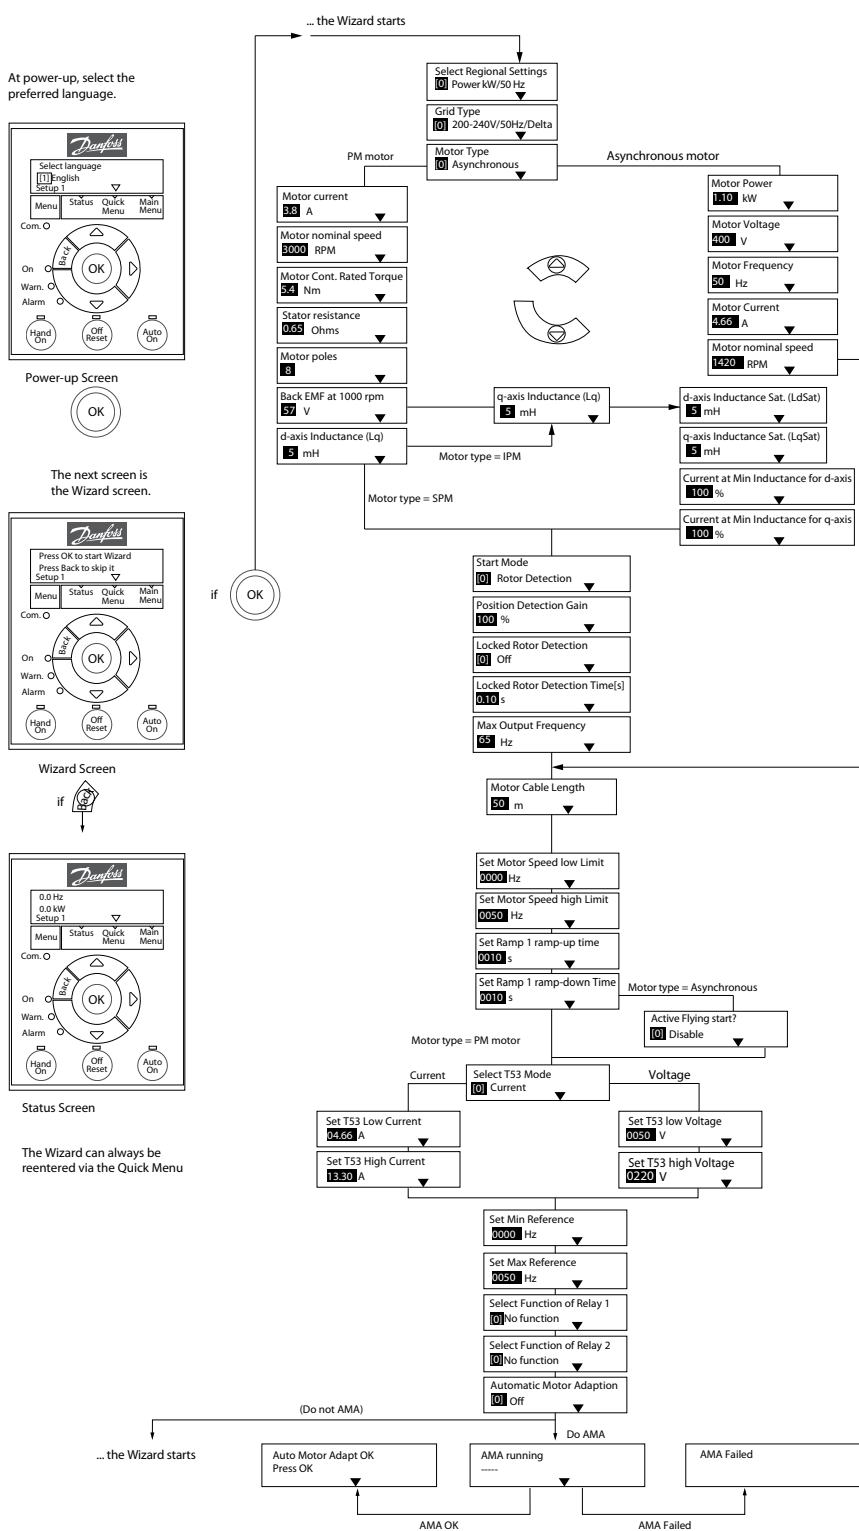

Abbildung 6.4 Inbetriebnahmeassistent für Anwendungen ohne Rückführung
- Assistent für Anwendungen mit Regelung ohne Rückführung. Nähere Angaben finden Sie in *Abbildung 6.4*.